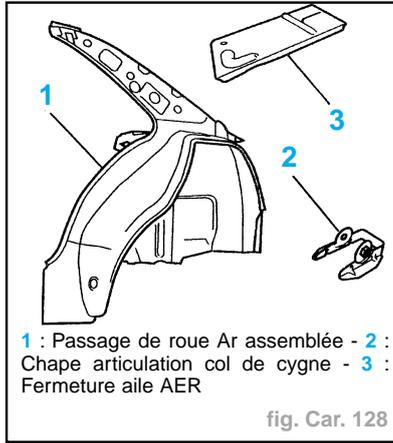

fig. Car. 128
**Identification pièce de rechange** (fig. Car. 128).